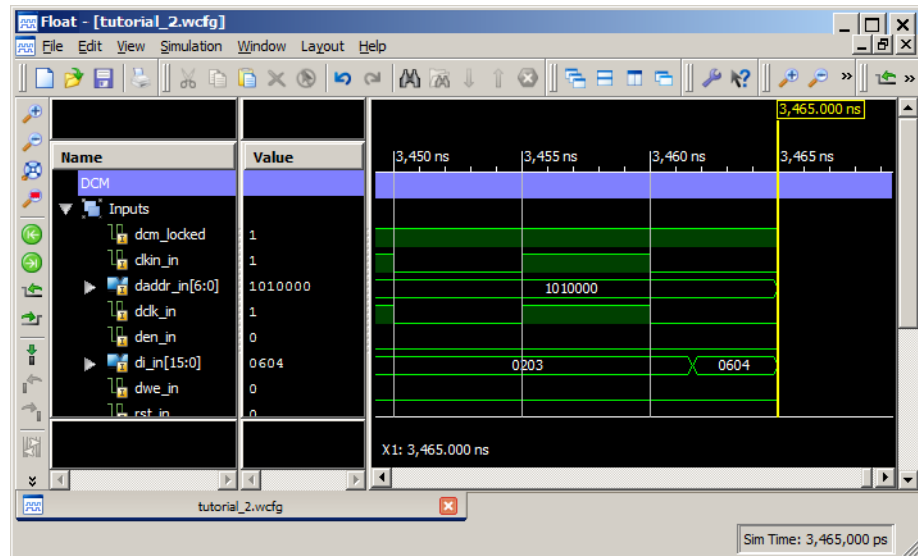

図 3-34 : 波形ウィンドウ : DCM DI_IN 入力バスの出力を確認
4. `di_in` バス信号が新しい値で更新されるまでシミュレーションを進めます。この変化を確認するために、波形を拡大表示する必要がある場合があります。バスは、3,465ns 付近で 0203h から 0604h に更新されるはずですが (43 ページの図 3-34)。